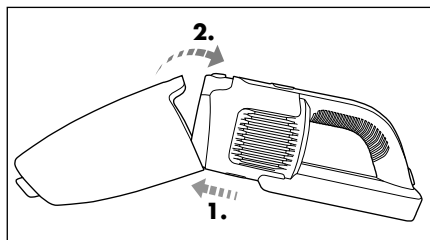

Fig. 6
- 4) Svuotare il contenitore di raccolta dello sporco (9) in un bidone dell'immondizia.
- 5) Inserire il filtro EPA (7) nel filtro a maglia grossa (8) e poi il filtro a maglia grossa (8) nel contenitore di raccolta dello sporco (9).
- 6) Riapplicare il contenitore di raccolta dello sporco (9) all'unità portatile (3) spingendo dapprima il blocco inferiore dell'unità portatile (3) nell'incavo del contenitore di raccolta dello sporco (9). Infilare poi la parte superiore del contenitore di raccolta dello sporco (9) sull'unità portatile (3) fino a quando il contenitore di raccolta dello sporco (9) non si innesta in modo udibile restando applicato saldamente all'unità portatile (3) (fig. 6).